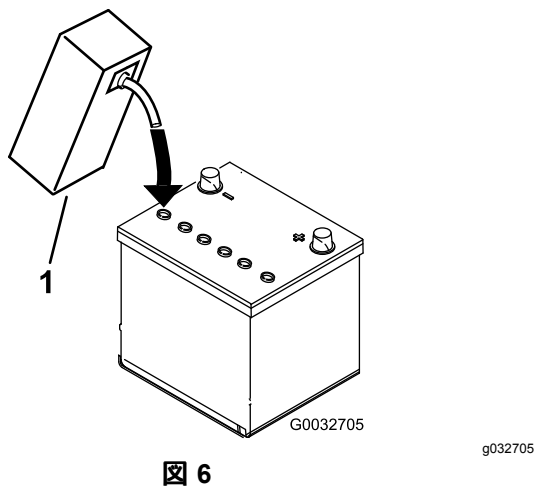

図 6
- 各セルの電極板が液面下 6 mm程度に水没するまで、電解液を慎重に入れる 図 6。
- 電極板が液を吸収するまで20-30分間程度待つ。必要に応じて、電極板が 6 mm程度水没するぐらいに電解液を補充する 図 6。